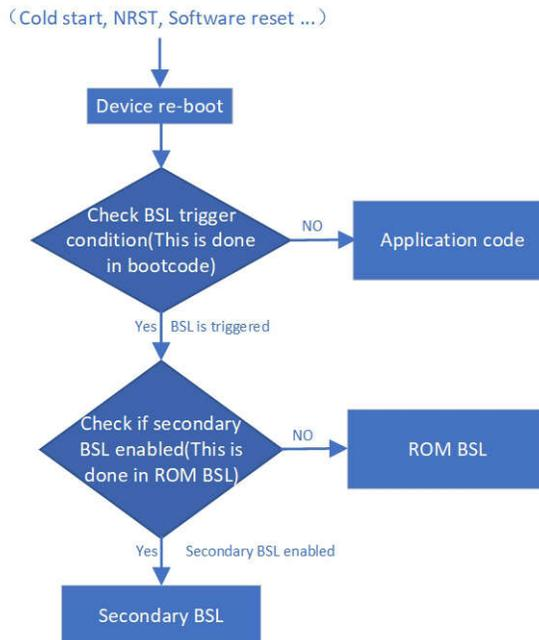

图 1-7. 辅助 BSL 执行流程
- 对于从 0x1000 开始的辅助 BSL，您可以将其放在闪存中除 0x0 之外的任何位置。因为应用程序代码必须从 0x0 地址开始。在这种情况下，器件上电或复位时，它会检查引导代码中的 BSL 调用条件，以决定运行应用程序代码还是 BSL 代码。此演示重复使用了基于 ROM 的 BSL 触发资源。（硬件、软件和空白器件检测，如需更多信息，请参阅 MSPM0 引导加载程序用户指南 的第 3.2 节。）图 1-7 展示了辅助 BSL 演示执行流程。